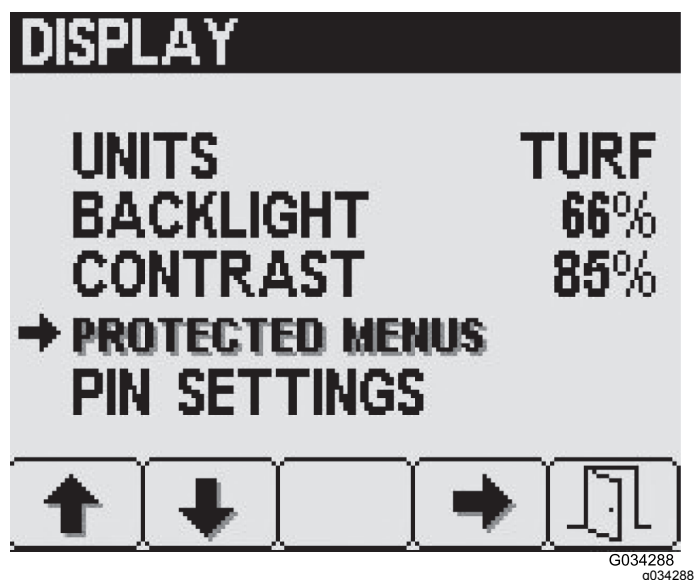

图 22
- 按下 Display 显示设置屏幕上的 2 号按钮直至到达 Protected Menus 受保护菜单然后按 4 号按钮选择 Protected Menus 受保护菜单 图 22。
- 按 2 号按钮直至到达所需的受保护菜单项目 图 22。